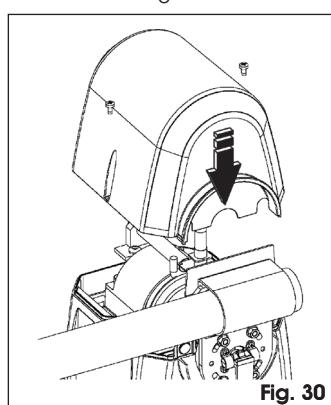

Fig. 30
- Riposizionare il carter superiore, Fig. 30.